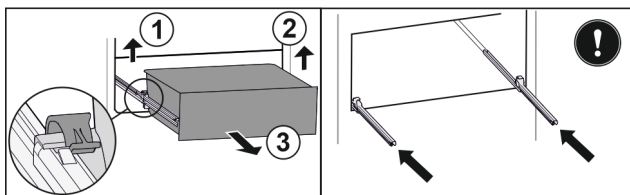

Fig. 89
- ▶ Nadvihnite ľavú svorku a súčasne ťahajte zásuvku vľavo dopredu. Fig. 89 (1)
- ▶ Nadvihnite pravú svorku a súčasne ťahajte zásuvku vpravo dopredu. Fig. 89 (2)
- ▶ Odoberte zásuvku dopredu. Fig. 89 (3)